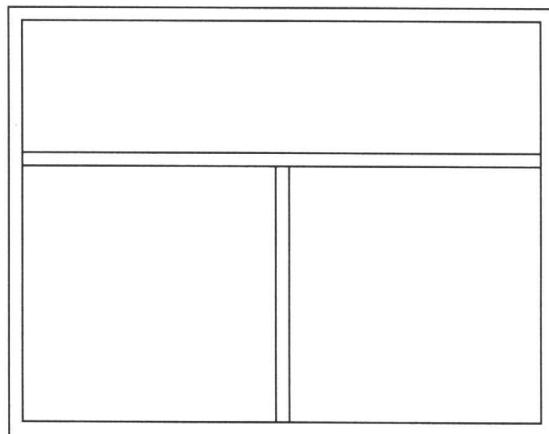

图 1-7
(7) 重复使用【多线】命令, 配合【正交】和【捕捉到中点】捕捉功能绘制竖撑, 如图 1-7 所示。